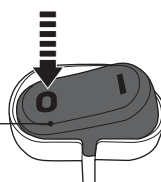

Fig. 21
> Prima o interruptor On/off (16) para a posição O para desligar o produto (Fig. 21).